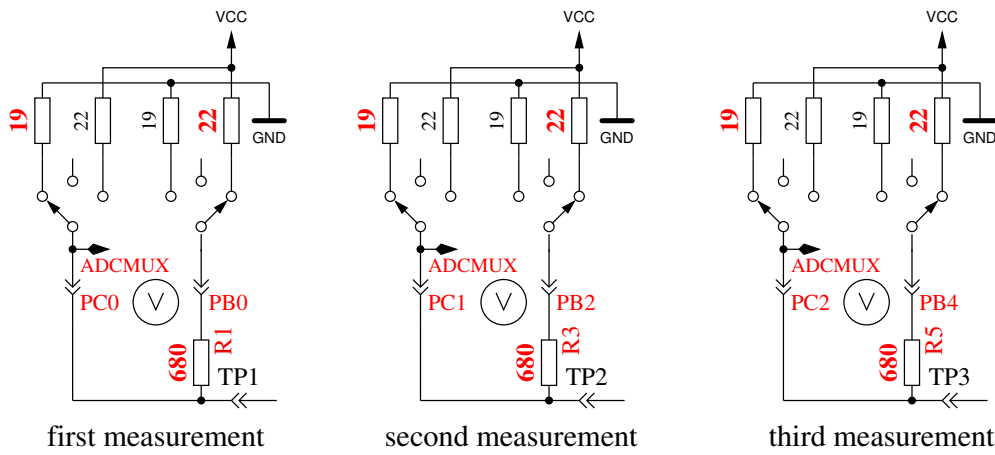

Abbildung 5.56. Messung des Innenwiderstandes von auf GND geschalteten Port-C-Ausgängen.
5. Dieser Schritt testet die **Fähigkeit von mit GND (-) verbundenen 470kΩ-Widerständen (H) die Testpins auf GND zu ziehen**. Zeile 1 zeigt den Text „RH-“. Zeile 2 sollte für alle drei Pinne Null mV anzeigen.
6. Dieser Schritt testet die **Fähigkeit von mit VCC (+) verbundenen 470kΩ-Widerständen (H) die Testpins auf VCC zu ziehen**. Zeile 1 zeigt den Text „RH+“. Der bestmögliche mV Wert für die drei Messungen wäre 0 in Zeile 2, da die Diffenz zu VCC dargestellt wird. Große Abweichungen vom Idealwert für Schritt 5 und 6 sind Fehler wie Isolations-Problem, Flussmittelreste oder beschädigter Port.
8. **Messung des Innenwiderstandes eines auf GND geschalteten Ausgangs.** Dieser und die folgenden Schritte werden nur bei gewählter AUTO_CAL Option durchgeführt. Die internen Port C Widerstände von auf GND (-) geschalteten Ausgängen werden mit dem Strom der nach VCC (+) geschalteten 680Ω Widerstände gemessen, siehe Abbildung 5.56. Es werden nur die drei Pins des ADC-Ports vermessen, die Widerstands-Ports PB0, PB2 und PB4 können nicht ohne Veränderung der Hardware gemessen werden. Es wird angenommen, dass die Portwiderstände von unterschiedlichen Ports nahezu identisch sind. Der Widerstandswert wird im nächsten Schritt mit ausgegeben.